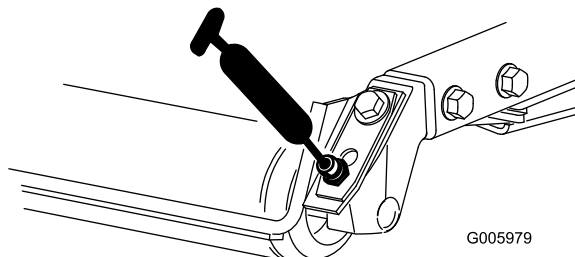
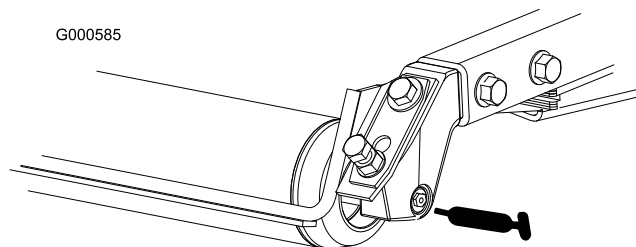

図 29
図 30
- ・ 後ローラのベアリング (各Cuttingユニットに2ヶ所) (図 29 または 図 30)
注 ローラの注入部が面一フィッティングの場合 (図 30) は、グリスガン用ノズル・アダプタが必要です。パーツ番号は P/N 107-1998。ご注文は Toro 代理店へ。